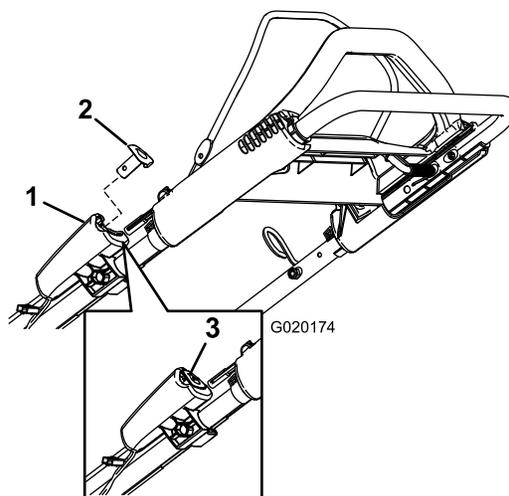

Рисунок 16
2. Нажмите кнопку электрического запуска и держите нажатой, пока двигатель не запустится (**Рисунок 16**).
Примечание: Если кнопка электрического запуска была снята, вставьте ее в электрический стартер, см. **Рисунок 16**.